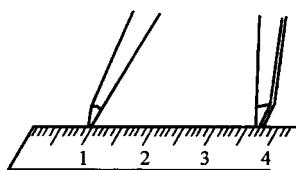

图 1-5 用钢直尺量取尺寸
(2) 量取尺寸 用划规的一个脚尖对齐金属直尺上的某个刻线，调整另一个脚尖位置，从金属直尺上量取所需尺寸，如图 1-5 所示。